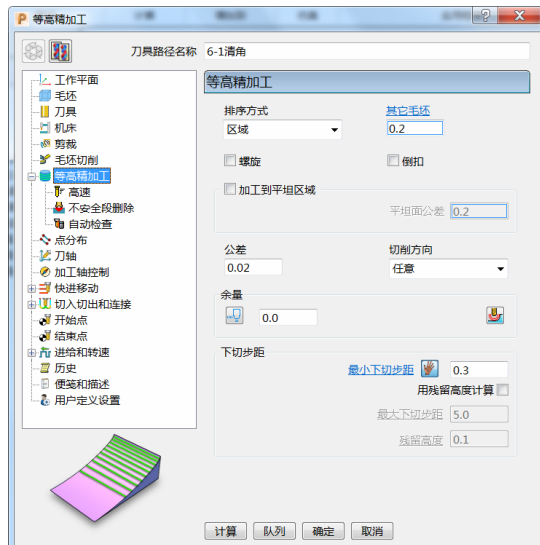

图 3-79
- 4) 等高精加工: 排序方式选择“区域”, 设定其它毛坯“0.2”、公差“0.02”、切削方向“任意”、余量“0.0”、最小下切步距“0.3”。(图 3-79)